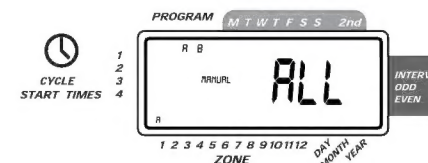

図9:半自動散水
■ダイヤルをAUTOに合わせ、MANUALボタンを押します。ディスプレイに“AB”、“MANUAL”が表示され、“ALL”の表示が点滅します。(図9参照)